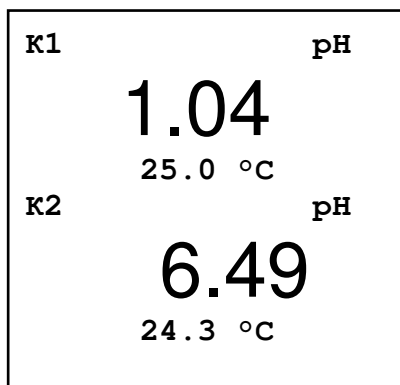

Рисунок 7.4 - Измерения по двум каналам
- «**1-й и 2-й канал**» – задаётся отображение измеренных значений по 1-му и 2-му каналу (смотри рисунок 7.4);